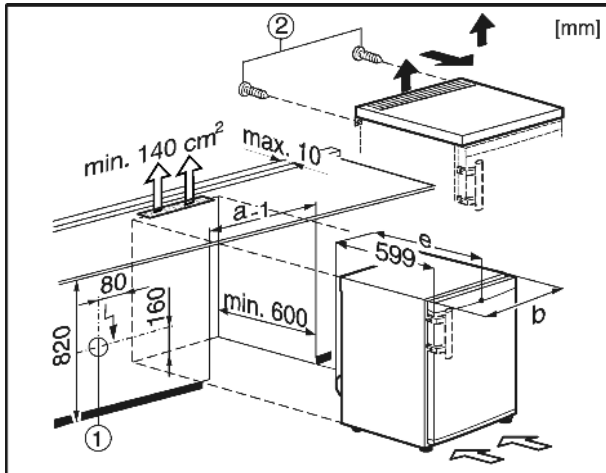

Fig. 7
Het stopcontact Fig. 7 (1) dient daarbij naast de achterkant van het apparaat te vallen en eenvoudig toegankelijk te zijn.
- ▶ Bouten Fig. 7 (2) aan de achterkant verwijderen.